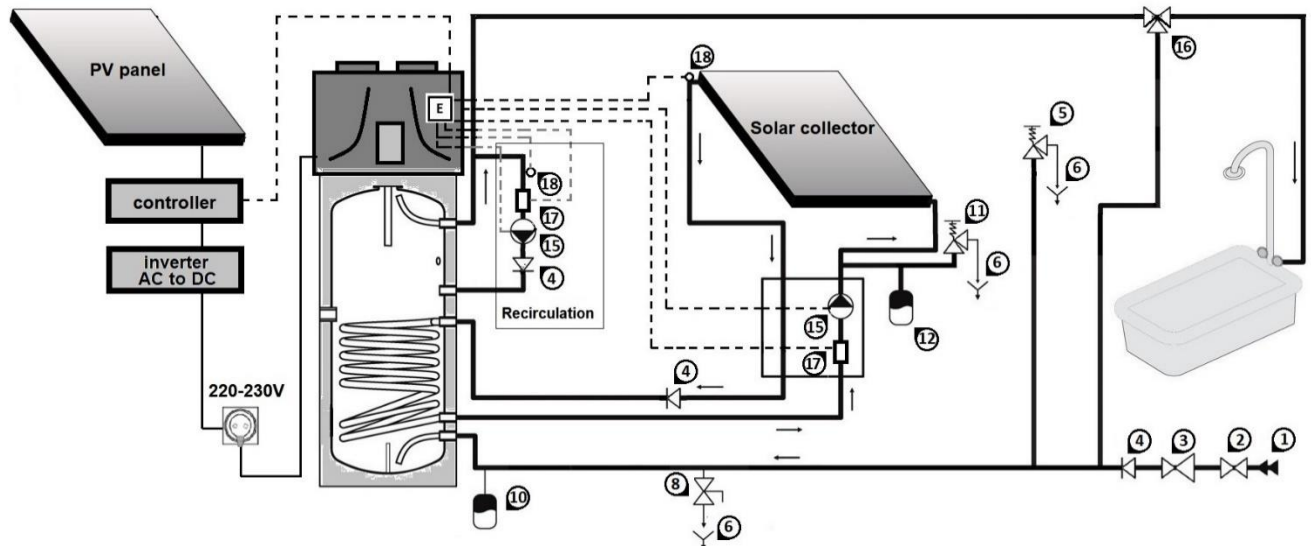
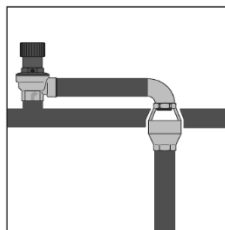

Bild 8 Verbindung mit dem Wasserversorgungsnetz und mit dem Sonnenkollektor
Bild 8a
Verbinden Sie die ein- und ausgehenden Röhre für kaltes Wasser in den entsprechenden Verbindungsstellen. Das folgende Bild (Bild 8) zeigt ein Beispiel für Verbindung mit dem Wasserversorgungsnetz.
- Der Betreiber des Systems soll unbedingt ein Schutzventil 8-bar an der Eingangsrohr für kaltes Wasser einbauen (Bild 8).
BEMERKUNG: Das Schutzventil soll regelmäßig vom Hand zur Vorbeugung von Kesselsteinablagerungen und/oder Verstopfungen geöffnet werden (Bild 8).
BEMERKUNG: Die Dränleitung 6 (Bild 8) des Schutzventils soll mit einer ununterbrochenen Neigung nach unten und an einer Stelle eingebaut werden, wo sie gegen Frost geschützt wird. Die Anwendung eines Sonderablaufs (Bild 8a) ist verbindlich!
ACHTUNG! Die Thermopumpe zur Herstellung vom Warmwasser zu Hauszwecken ist fähig das Wasser bis mehr als 60°C zu erwärmen. Zum Schutz gegen Verbrennung wird der Einbau einer automatischen Thermostatmischbatterie 16 (Bild 8) am Ausgang für das Warmwasser empfehlenswert.
Füllen Sie den Wasserbehälter, indem Sie den Eingangshahn 2 (**Bild 8**) und den Warmwasserhahn in Ihrem Badezimmer öffnen. Der Wasserbehälter ist dann gefüllt, wenn durch dem Warmwasserhahn im Badezimmer nur Wasser ohne Luft fließt. Überprüfen Sie, ob es keine Ausläufe durch die Verdichtungen und Verbindungen vorliegen. Ziehen Sie beim Bedarf die Bolzen und Verbindungen fest.